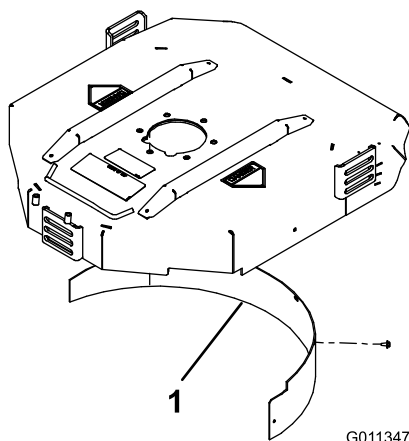

Figura 7
- Instale el deflector de mulching en el hueco trasero y fíjelo con 5 tornillos con arandela prensada (Figura 7).